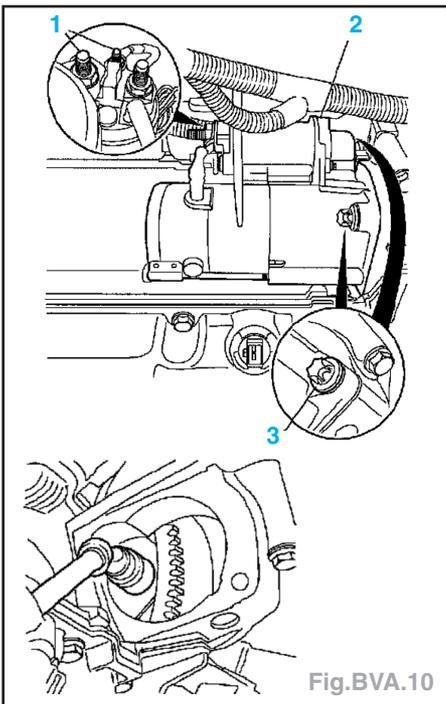

Fig. BVA.10
- Déposer les écrous (1) de fixation du faisceau de démarreur, les vis (3) de fixation du démarreur (2), le déposer et défaire les 3 vis de fixation du convertisseur (Fig. BVA.10).